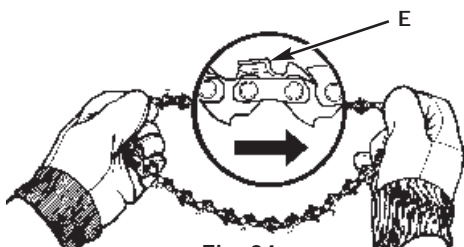

Fig. 24
1. Extienda la cadena en forma de lazo con el filo de cortado (E) apuntando en DIRECCION DE LAS MANECILLAS DEL RELOJ a lo largo del lazo (Fig. 24).